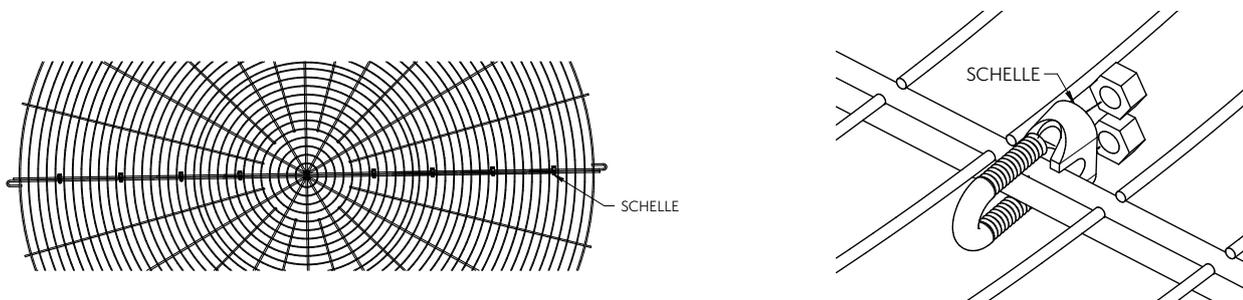

Abb. 23 – Abstand und Anordnung der Schellen
3. Befestigen Sie die beiden Gitterhälften mithilfe von Schellen (wie in Abb. 23 dargestellt).